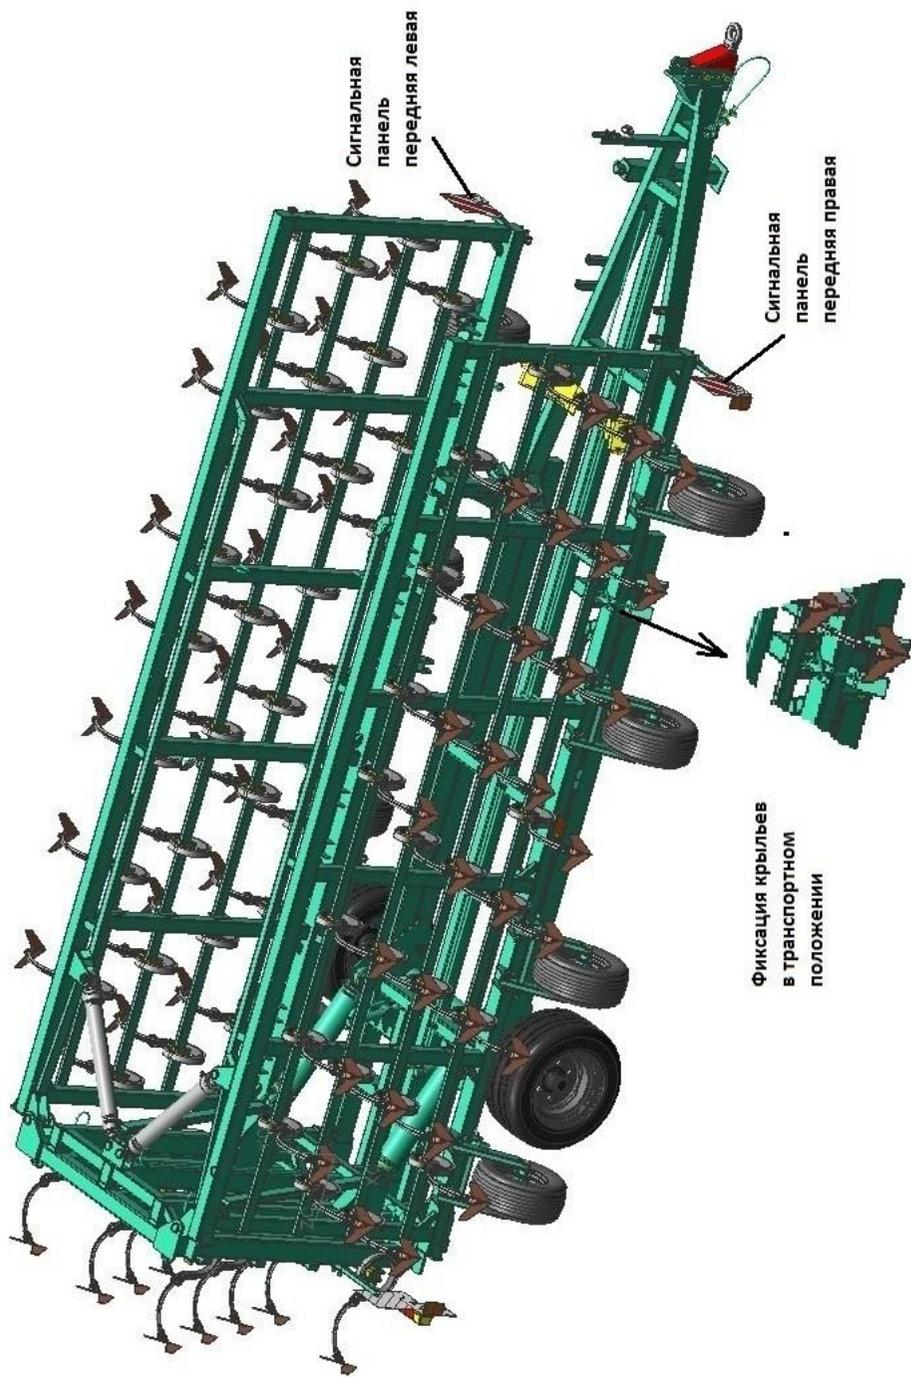

Рисунок 2 – Общий вид культиваторов в транспортном положении
Рисунок 2а – Общий вид культиваторов в транспортном положении
4.4 Перевод культиватора в транспортное положение (рис. 2, 2а):
4.5 Установка и монтаж электрооборудования (рисунок 2, 2а и приложения Е и Ж):